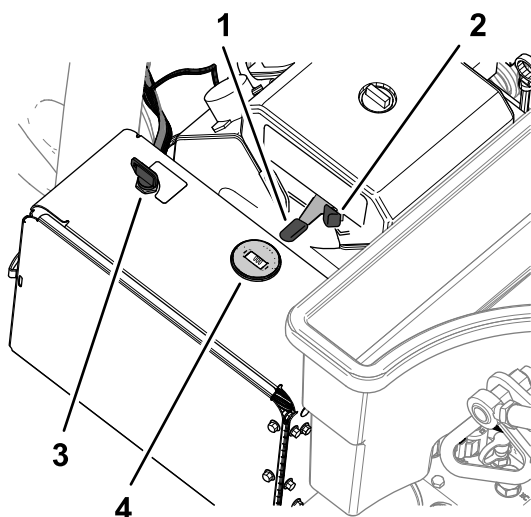

Рисунок 77
2. Используйте воздушную заслонку (Рисунок 77) следующим образом: